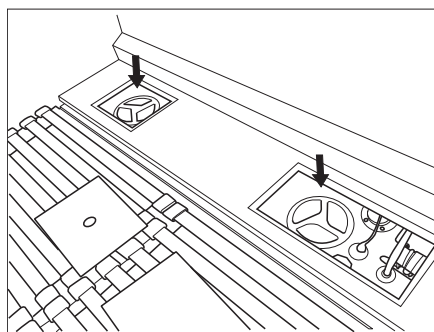

Fig. 62 Aperture di pulizia del serbatoio dell'acqua potabile (fig. simile)
- Svitare e rimuovere le aperture di pulizia (Fig. 62). A questo punto è possibile accedere all'apertura di scarico.